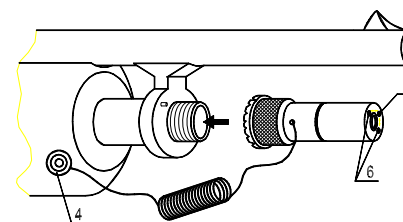

Рис.2. УСТАНОВКА ЛЦУ НА ОРУЖИИ
6.2. Установка ЛЦУ на оружие (рис. 2).